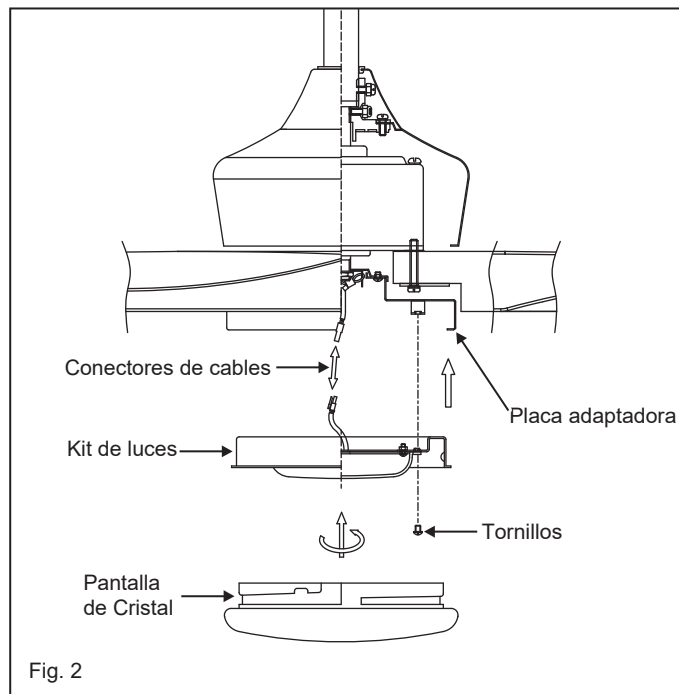

Fig. 2
- 3 Retire uno de los tres tornillos de la placa adaptadora ubicada en el motor del ventilador. Afloje los otros 2 tornillos. (No quitar) (Fig. 2)
- 4 Mientras sostiene el kit de luces LED debajo de su ventilador, realice las conexiones del enchufe polarizado: (Fig. 2)
- 6 Luz de señal (Fig.2)